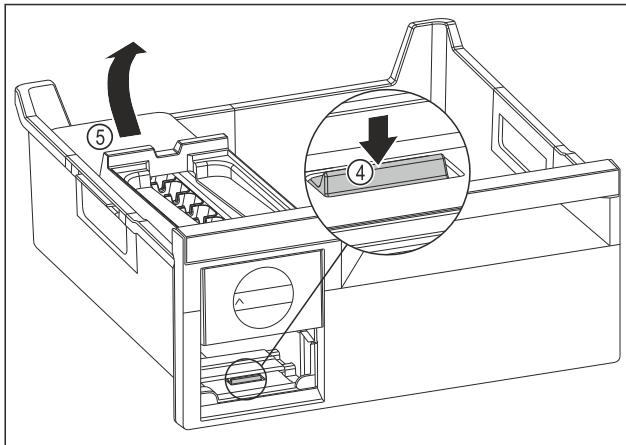

Fig. 117
- ▶ Extraer el cuerpo del EasyTwist-Ice: Presionar la lengüeta Fig. 117 (4) con los dedos hacia abajo subiendo al mismo tiempo por detrás con la otra mano el cuerpo del EasyTwist-Ice Fig. 117 (5).